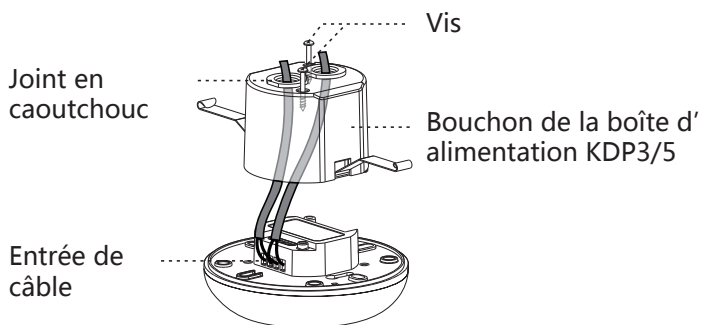

FIG.13
- Utiliser un tournevis pour casser le joint en caoutchouc sur KDP3/5, alimenter ensuite les câbles à travers ce joint (Voir FIG.13)